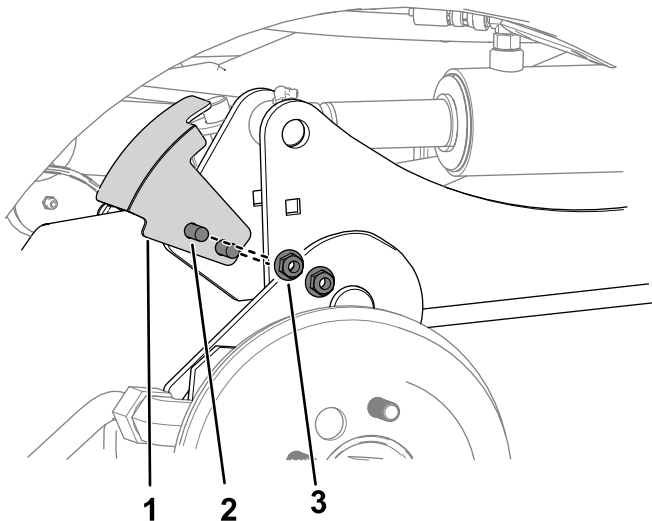

Figura 7
5. Utilice 2 pernos de cuello cuadrado y 2 tuercas ($\frac{3}{8}$ ") para sujetar el soporte del sensor al brazo de elevación derecho (Figura 7).